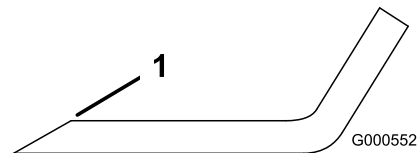

Figura 81
Nota: Se lâmina não estiver equilibrada, lime algum metal da extremidade da aba apenas (**Figura 81**).
1. Utilize uma lima para afiar aresta de corte em ambas as extremidades da lâmina (**Figura 81**).